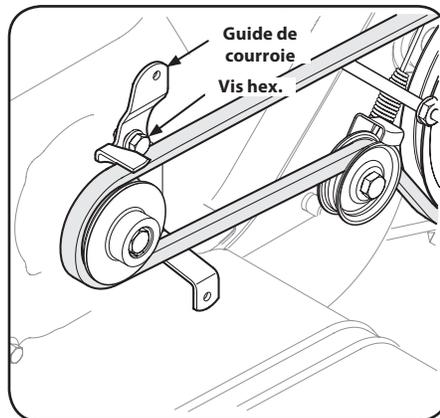

Figure 5-4
4. À l'aide d'une clé de 1/2 po, retirez la vis hexagonale qui fixe la courroie au moteur. Voir la Figure 5-4.